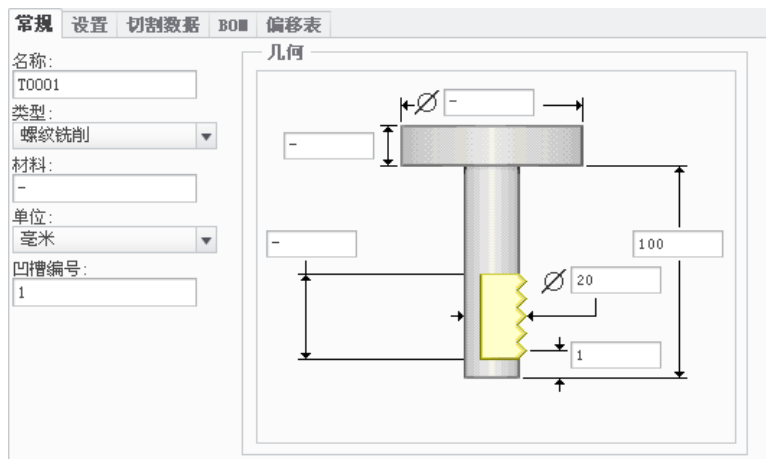

图 4.2.18 设定刀具一般参数
Step4. 在弹出的“刀具设定”对话框的**常规**选项卡中设置图 4.2.18 所示的刀具参数，设置完毕后依次单击**应用**和**确定**按钮，在“铣削加工中心”对话框中单击按钮，返回到“操作”操控板。